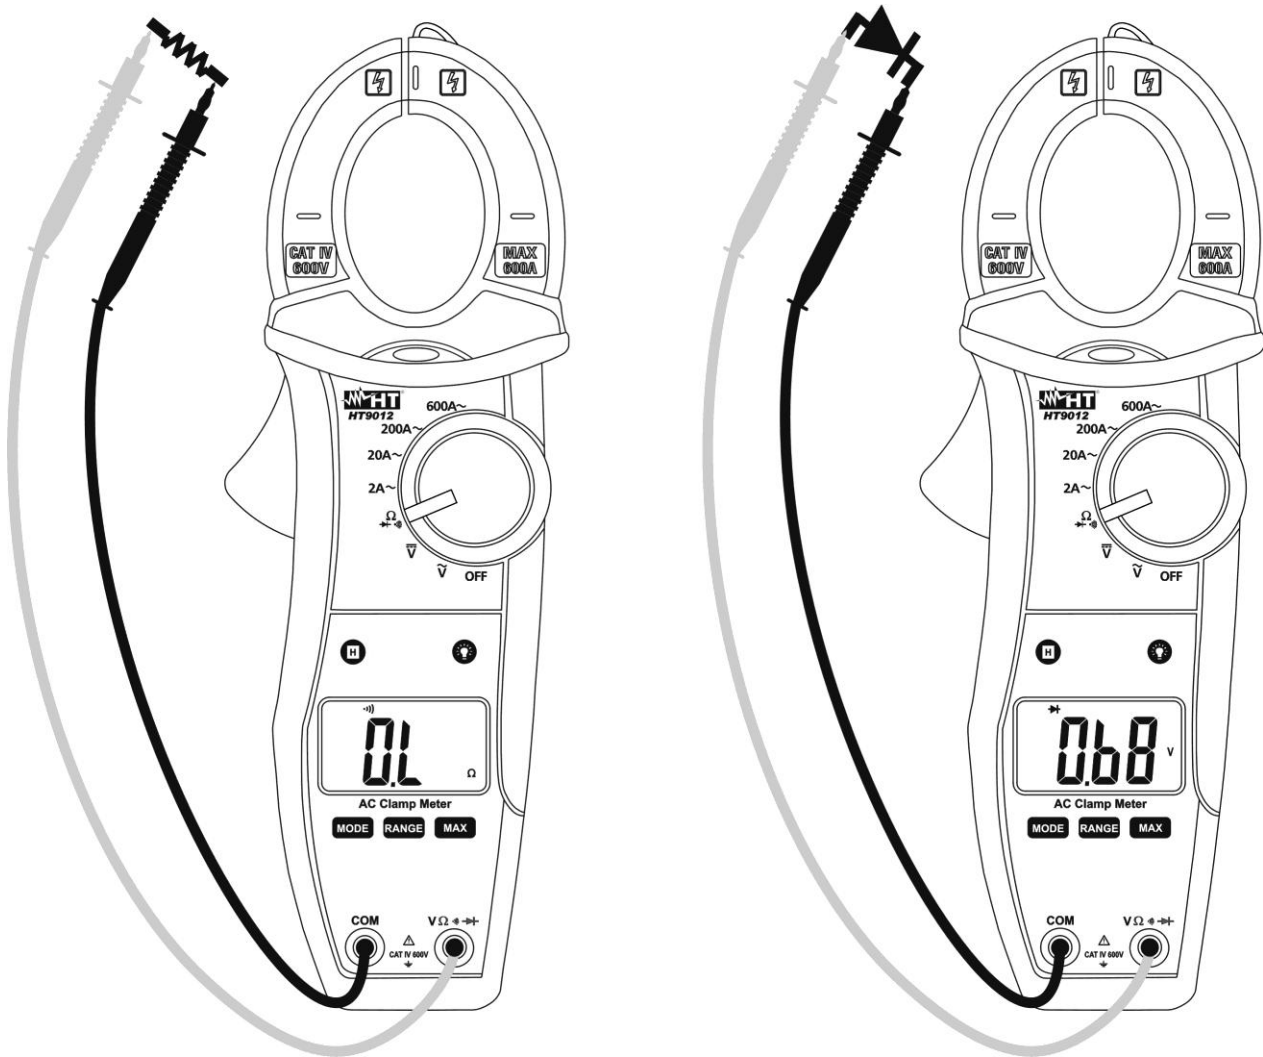

Fig. 7: Uso della pinza per Test Continuità e Prova Diodi
3. Inserire il cavo rosso nel terminale di ingresso $V\Omega \rightarrow \text{diode symbol}$ e il cavo nero nel terminale di ingresso **COM** ed eseguire il test di continuità sull'oggetto in prova (vedere Fig. 7 – parte sinistra). Il cicalino emette un segnale acustico quando il valore della resistenza misurata è inferiore a circa 100Ω
5. Connettere il puntale rosso all'anodo del diodo e il puntale nero al catodo in caso di misura di polarizzazione diretta (vedere Fig. 7 – parte destra)